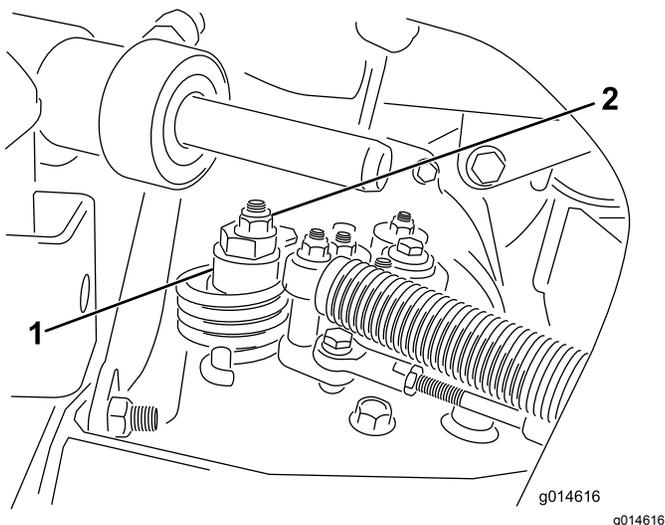

図 37
- A. 偏芯ナットをไฮドロスタット上部に止めているナットをゆるめる 図 37。
- C. どちらにも車輪が回らないように偏芯ナットを回して調整する。調整ができれば固定ナットを締めろ 図 37。スロットル低速 および高速位置で調整が正しいことを確認する。